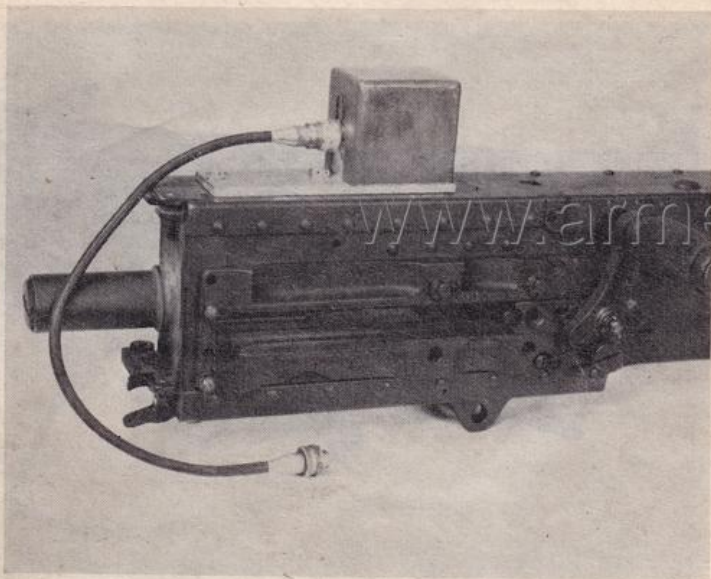

Figure 16. — Solénoïde de plaque supérieure type américain.
- solénoïde de plaque supérieure type américain (fig. 16).